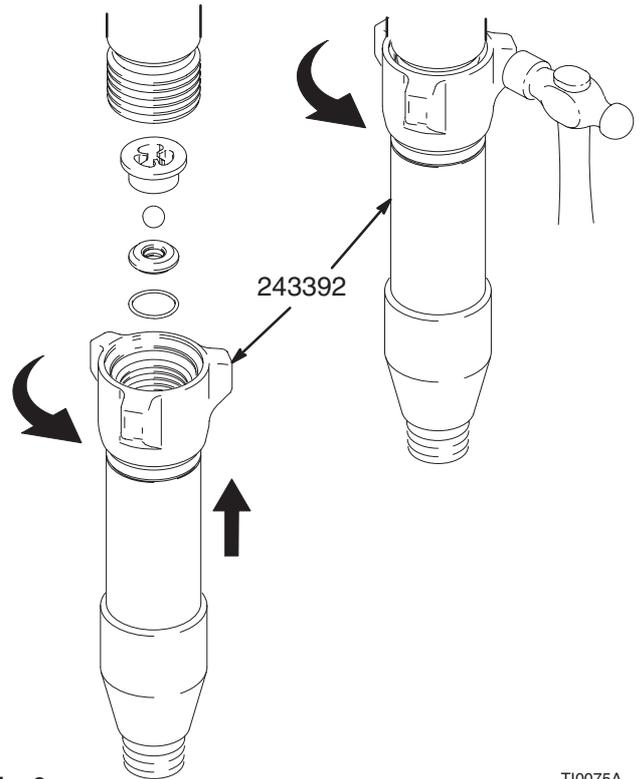

Fig. 2
2. Fig. 2. Instale el kit de conversión 243392 en la bomba.